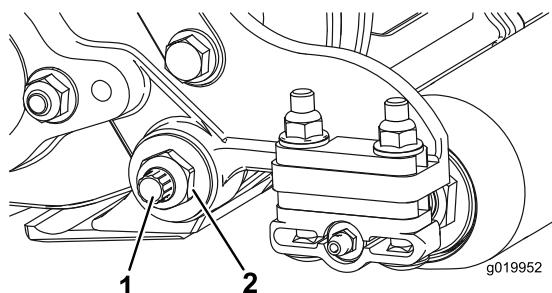
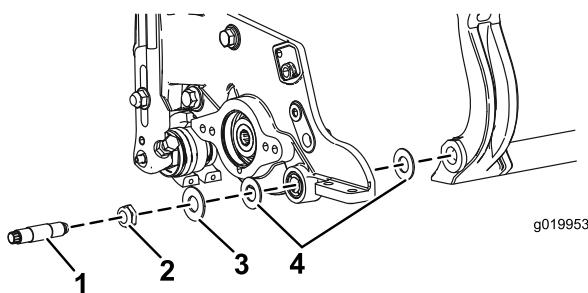
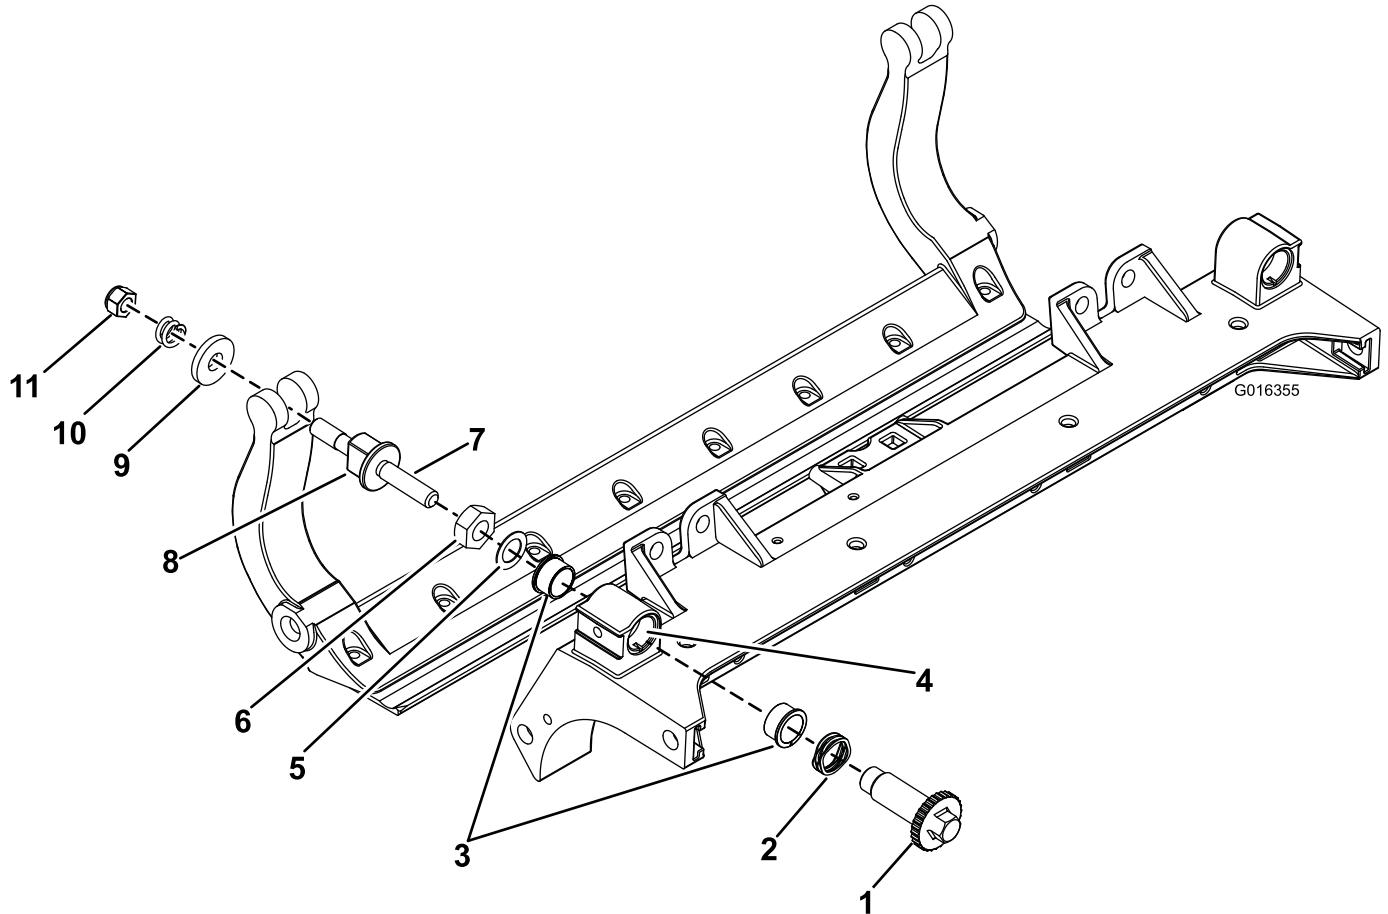

図26
図27
図 29
3. ベッドバー bolt 図26を固定しているロックナット機体両側をゆるめる。
4. 各ベッドバー bolt を抜いて、ベッドバーを下に引き抜いて外す図26。ベッドバーの両端にナイロンワッシャとスチールワッシャが枚ずつあるので注意する図27。
ドプレートに固定する。ナイロンワッシャはサイドプレートの両側のボスに嵌め込む。その外側からスチール製ワッシャを取り付ける図27。ベッドバー・ボルトを 27-33 37-45 N·m = 4.6-1.7 kg·m にトルク締めする。外側のスチール製ワッシャが手で回せなくなるまで、左右のロックナットを均等に締め付ける。その位置から、スチール製ワッシャが手で回せるようになるが、ベッドバーとのあそびは全く無い状態までロックナットをゆるめる。
- ベッドバー・ボルトとボルトについているナットとワッシャ6枚で、ベッドバーを各サイドプレートに固定する。ナイロンワッシャはサイドプレートの両側のボスに嵌め込む。その外側からスチール製ワッシャを取り付ける図29。ベッドバー・ボルトを 27-33 ft-lb 37-45 N·m = 4.6-1.7 kg·m にトルク締めする。外側のスチール製ワッシャが手で回せなくなるまで、左右のロックナットを均等に締め付ける。その位置から、スチール製ワッシャが手で回せるようになるが、ベッドバーとのあそびは全く無い状態までロックナットをゆるめる図27。
- 全部のパーツを取り外すHD DPA キットモデル 120-7230 の取り付け要領書および図 29 を参照。
- カッティングユニットのセンターフレームのブッシュ挿入場所にネバーシーズを塗布する図 29。
- フランジブッシュのキーとフレームのキー溝を揃えて、ブッシュを挿入する図 29。
- アジャスタシャフトにウェーブワッシャを通して、アジャスタシャフトをカッティングユニットのフレームのフランジブッシュに通す図 29。
- 平ワッシャとロックナットでアジャスタシャフトを固定する図 29。ロックナットを 15-20 ft-lb 20-27 Nm = 2.1-2.8 kg·m にトルク締めする。